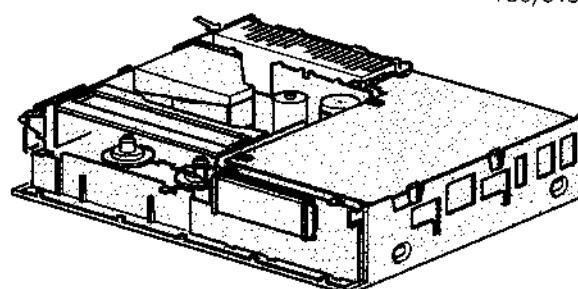

Fig. 2-4
- Die Gehäuseteile links und rechts von der Stromversorgung ein wenig auswärts drücken. Nun lässt sich die ganze Stromversorgung P065 aus dem Gehäuse entfernen (siehe Bild 2-4).